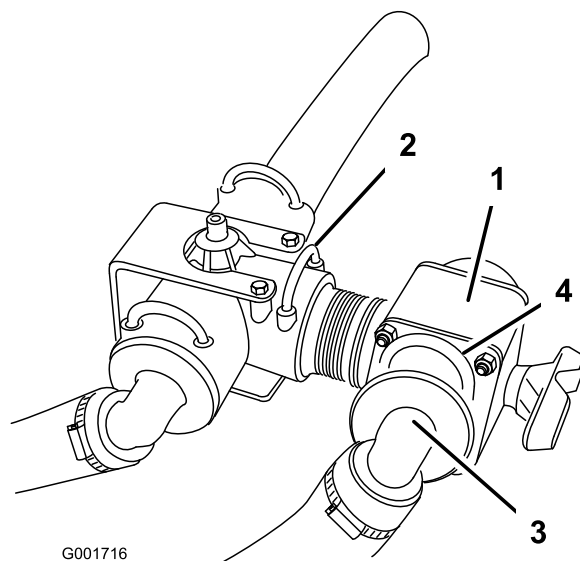

図 9
4. 新しい制御バルブを、送液 T 字フィッティングの後ろ向きのポートに取り付け、新しいリテーナフォークで固定する（図 9）。
6. ブーム送液ホースを制御バルブのポートに接続し、先ほど取り外したリテーナで固定する（図 9）。